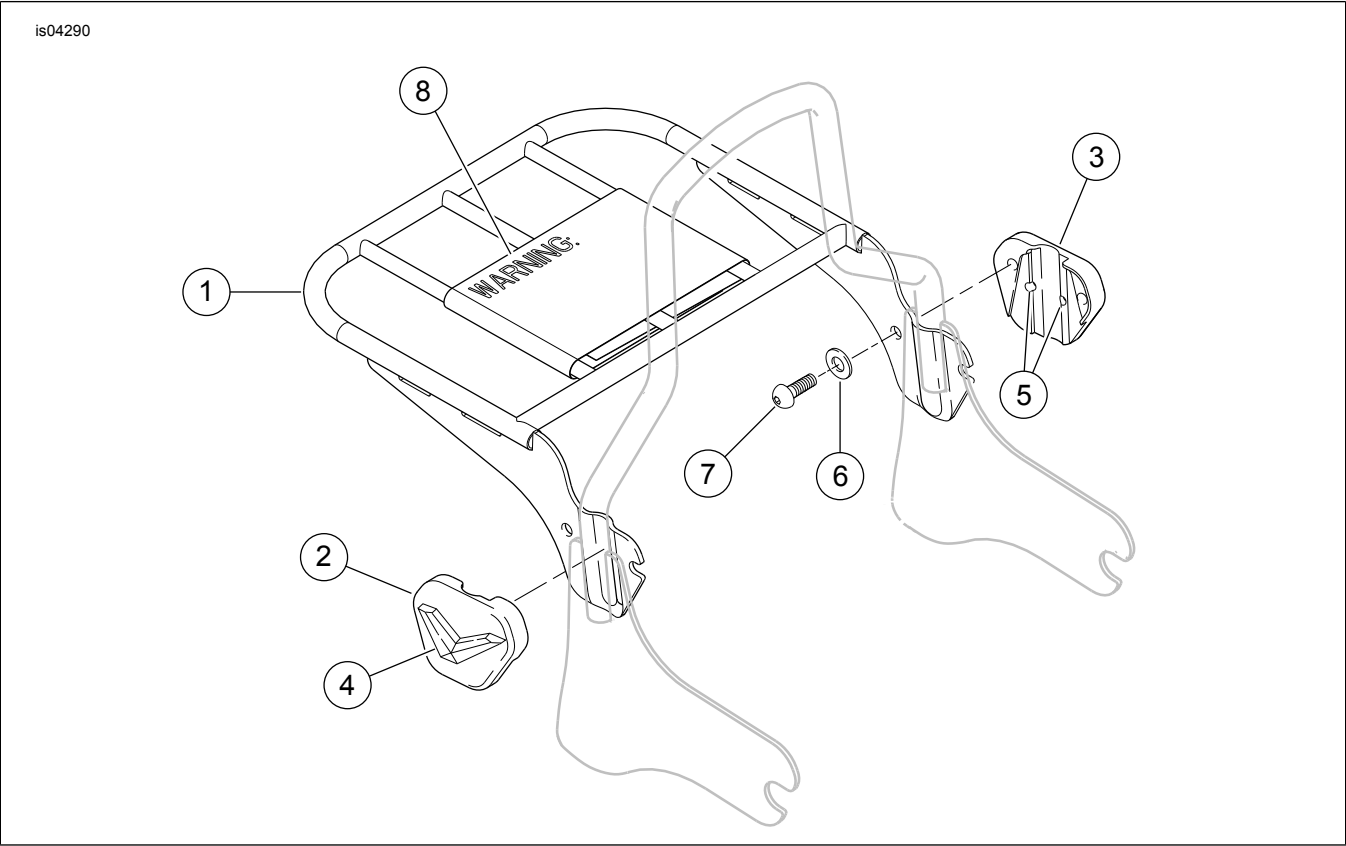

Abbildung 1. Ersatzteile: Satz für abnehmbaren Sozrus-Rückenlehnen-Gepäckträger
Siehe Abbildung 1 und Tabelle 1.
1. Siehe Abbildung 1. Falls noch nicht im Paket zusammengebaut, das V-Logo mit Nr. 4-40 gewindeformenden Schrauben (5) auf jeder Befestigungshalterung (2 und 3) montieren.
3. Die Halbrundkopfschrauben (7) durch die Unterlegscheiben (6), dann durch die Bohrungen in der Gepäckträgerhalterung und der Sozius-Rückenlehne-Seitenplatte und in die Befestigungshalterungen (2 und 3) einschrauben. Vor dem Einbau LOCTITE (blau) 243 auf die Schrauben (7) auftragen. Von Hand anziehen.
Die in Abbildung 1 gezeigte Rückenlehne ist nicht in diesem Satz enthalten und muss einzeln erworben werden.